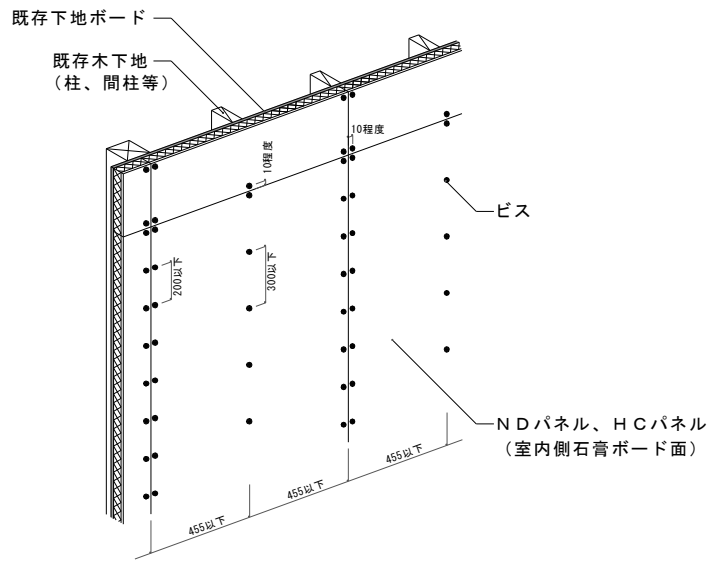
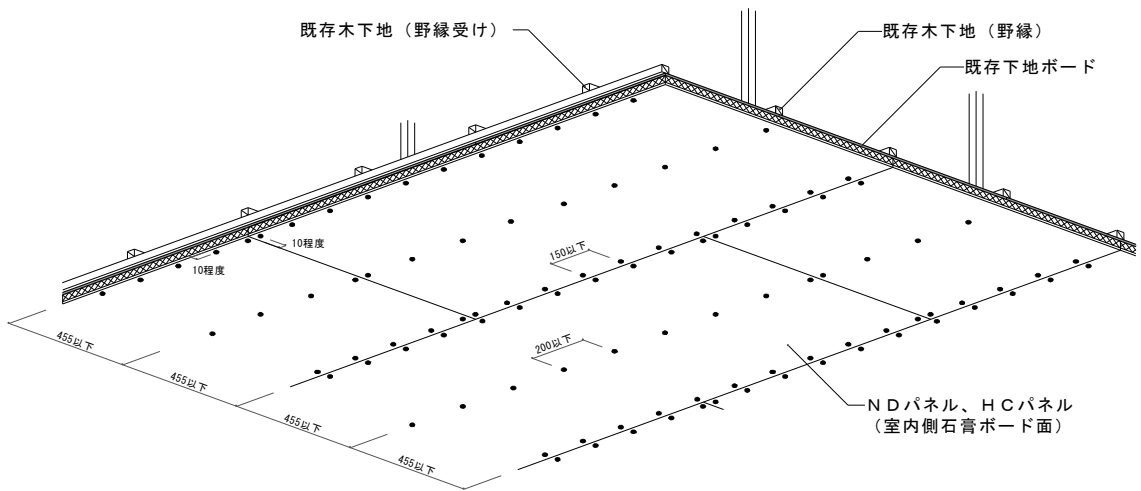

図5 壁面 ビス留め間隔
図6 天井面 ビス留め間隔
- ・ビスは下記のタイプのものを使用し、壁、天井でのビスの留付け間隔は表7、図5、図6をご参照ください。